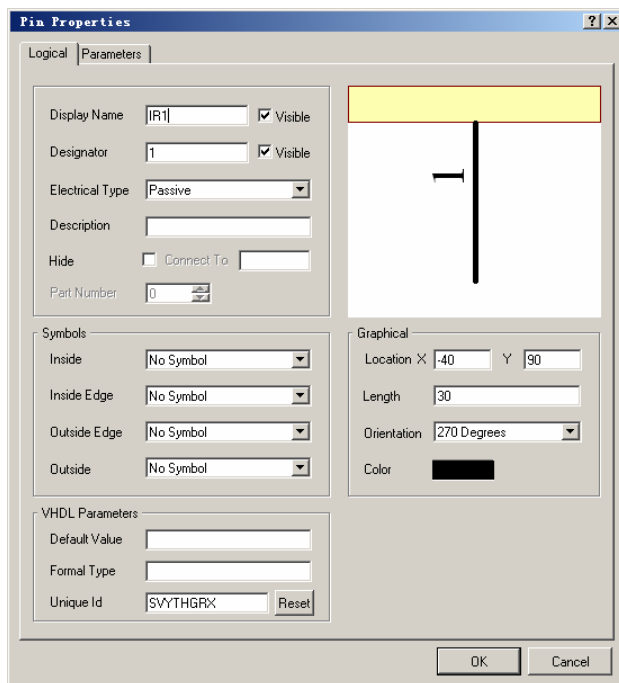

图 5.7 “Pin Properties”对话框
(12) 选择主菜单中的“Place”->“Pins”命令，或者单击工具栏中的绘图工具按钮，在弹出的工具栏中选择添加引脚工具按钮，然后单击键盘上的“Tab”键，打开如图 5.7 所示的“Pin Properties”对话框。